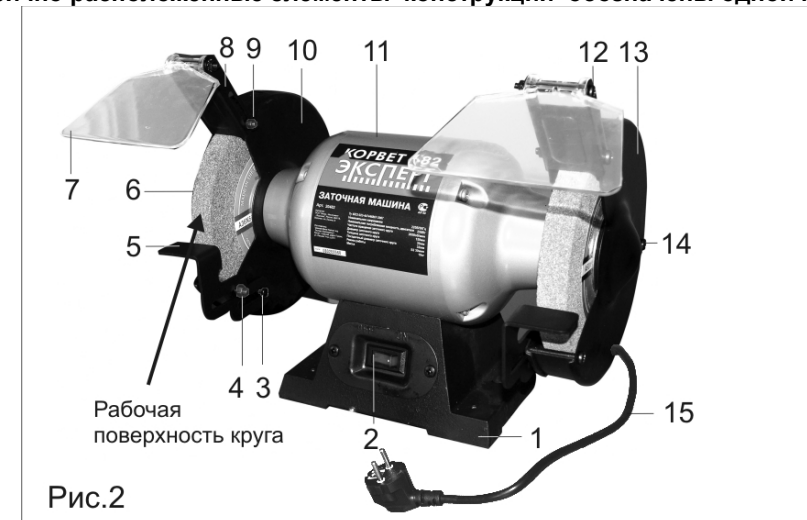

Рис.2
Машина состоит из следующих сборочных единиц и деталей (Рис.2):
Установите машину на ровной и устойчивой поверхности верстака и надежно закрепите её через специальные отверстия в основании 1 (Рис.2) с помощью болтовых соединений (не комплектуются).
9. СБОРКА И РЕГУЛИРОВКА (Рис.2)
10.1. Пуск машины (Рис.2)
10.2. Заточка режущего инструмента (Рис.2)
11. ЗАМЕНА ШЛИФОВАЛЬНОГО КРУГА (Рис.2,3)
Регулярно очищайте защитные экраны 7 (Рис.2) влажной тряпкой, обеспечивая видимость рабочей зоны. Не используйте растворители или очистители, выработанные на основе бензина.